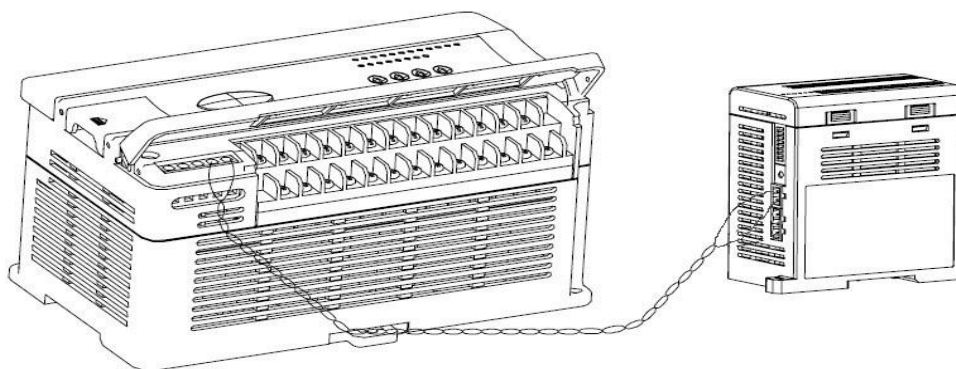

图2-6 连接通讯线
1. 和MEGMEET的PLC主模块组网。用户需使用自备的双绞线连接MTC的RS485 通讯端子（见图1-1）和主模块的RS485 通讯端子（参见相关主模块的用户手册）。如图2-6所示：